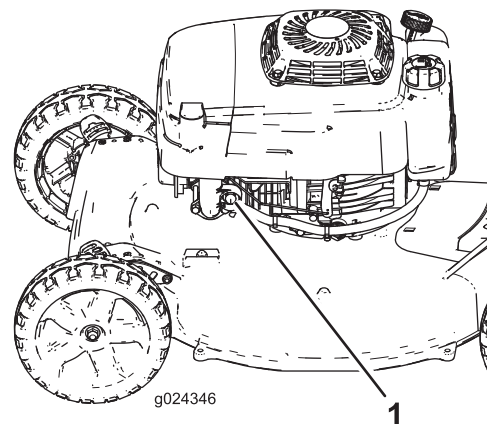

Figure 15
2. Appuyez fermement sur l'amorceur (Figure 15), en maintenant la poire enfoncée pendant 1 seconde.